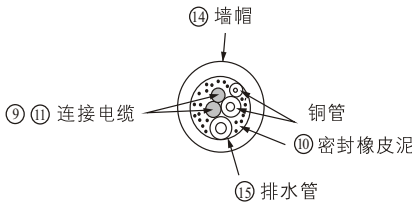

图34
2 用附件 ⑭ 墙帽及附件 ⑩ 密封橡皮泥来整理墙上的洞,如图32、图33及图34。